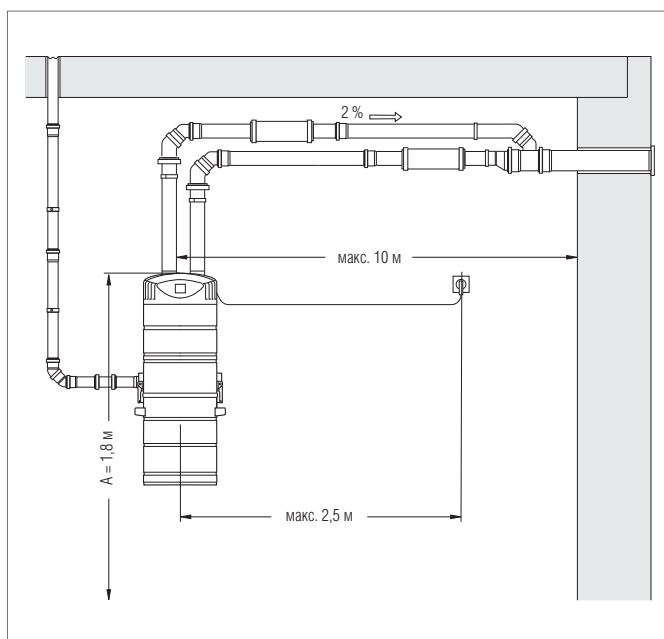

Рис. 5-27 Пример монтажа центрального пылесоса типа 4000
- Для типа 4000 подвести два трубопровода (RAUPIANO PLUS Dy 75) к выходным патрубкам центрального пылесоса (см. рис. 5-27).